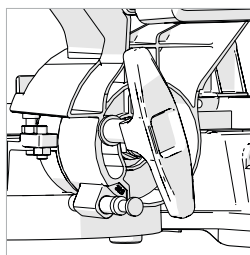

Fig. 46
- Allentare la manopola di blocco smusso. **(Fig. 46)**